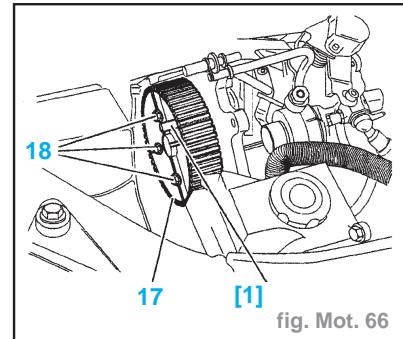

fig. Mot. 66
- Reposer (fig. Mot. 66) :
- la poulie de pompe à injection (17)
- les 3 vis de fixation (18)